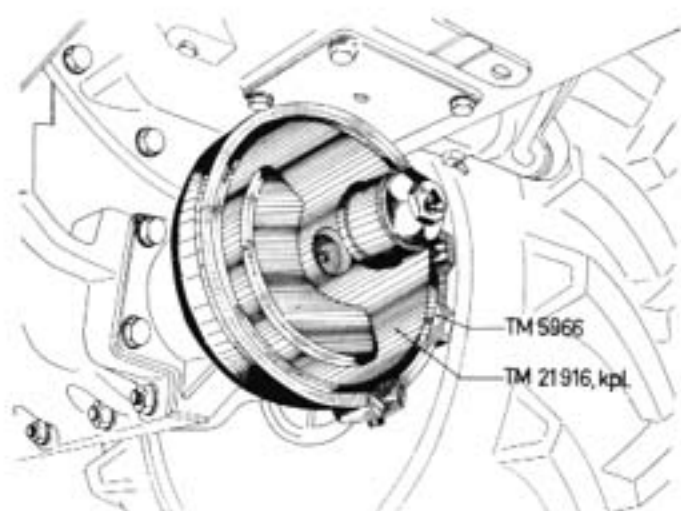

Abb. 3
3. Die **Kurbelscheibe** TM 5969 (TM 21916, kpl.) mit Treibstangenlager wird durch Linksdrehung auf die Kurbeltriebswelle aufgeschraubt (Abb. 3). Erleichtert wird dieser Vorgang durch Drehen der Motor-Kurbel bei eingeschaltetem Mähentrieb.